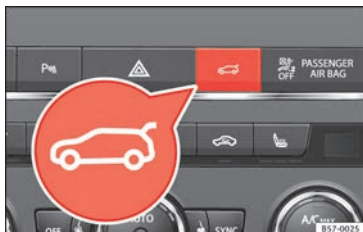

Fig. 130 Console centrale : touche d'ouverture et de fermeture du hayon du coffre à bagages
• **OU** : appuyez pendant au moins une seconde sur la touche de la console centrale » fig. 130. La touche s'allume même lorsque le contact d'allumage est coupé.
• **OU** : appuyez sur la touche de la console centrale jusqu'à ce que le hayon du coffre à bagages se verrouille » fig. 130.